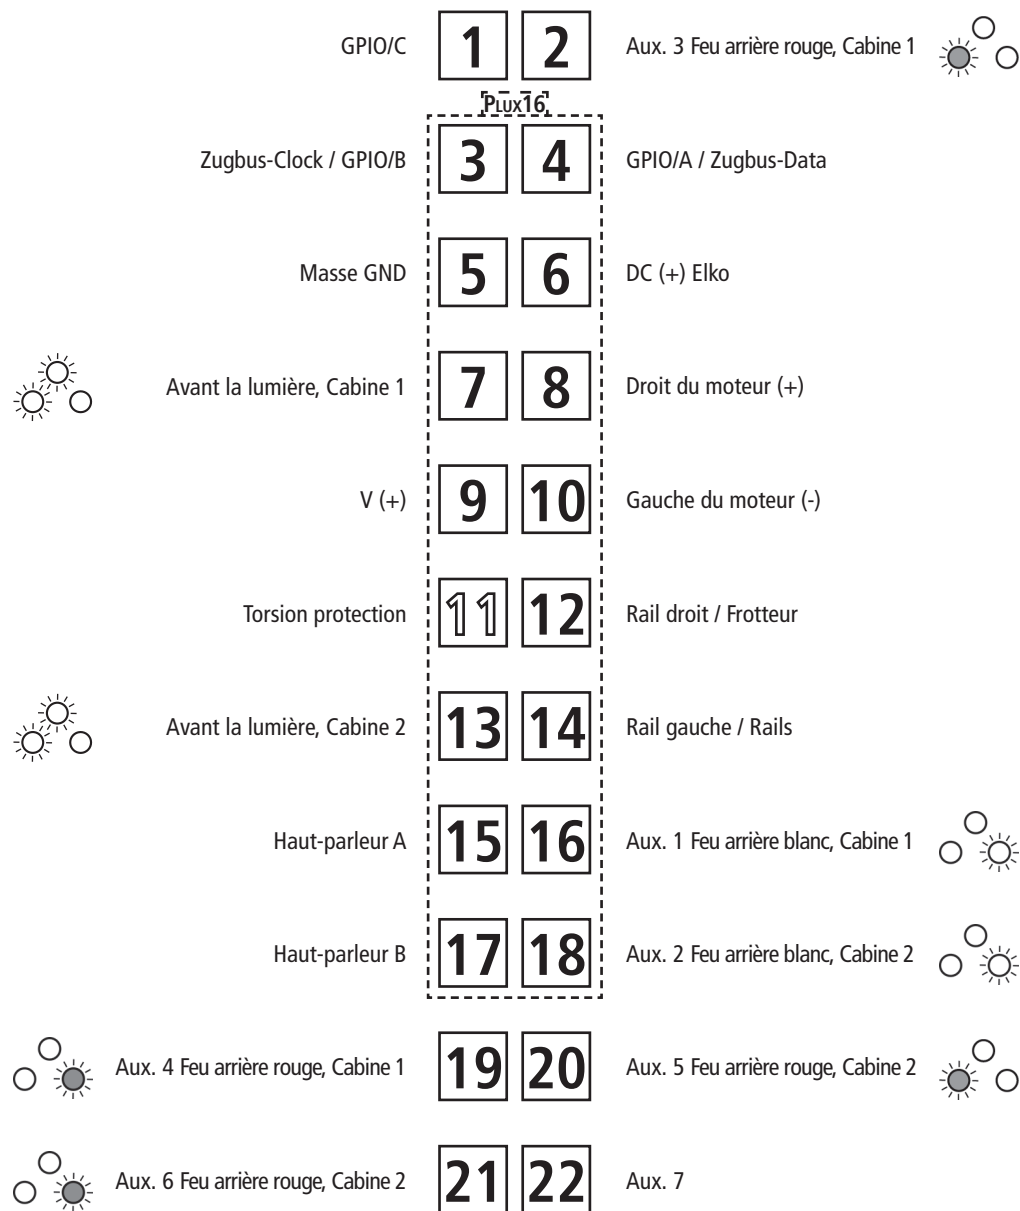

Fig. 6
2. Schmierung: Versehen Sie die im Schmierplan in Fig. 6 gekennzeichneten Stellen mit nur **kleinen Öltropfen**. Dazu zuerst das Lokgehäuse abnehmen (Fig. 3). Wir empfehlen den **ROCO Öler Art.-Nr. 10906**. Fürs Schmieren der Getriebeteile (Zahnräder, Schnecke) empfehlen wir das **ROCO-Spezialfett Art.-Nr. 10905**. Im Falle der Schmierung diese Teile **nicht ölen**.
2. Lubrication: Apply **tiny oil drops** to spots marked in fig. 6. Prior to lubrication dismantle locomotive (fig. 3). We recommend using item no. **10906, Roco oiler**. For lubrication the gearparts (e.g. cogwheels, worm) we would recommend our Roco **special grease** (item no. **10905**).
1. Nettoyage des lames de courant aux roues: Les lames de contacts risquent de s'encrasser rapidement sur des voies poussiéreuses. Veuillez **enlever la poussière** aux endroits marqués à la fig. 6 à l'aide d'un petit pinceau souple.
2. Graissage: N'appliquez **qu'une toute petite goutte** aux endroits indiqués par le plan de graissage (fig. 6) après avoir démonté la caisse de la locomotive (fig. 3). Nous vous recommandons **le graisseur à huile Roco réf. 10906**. Pour graisser les engrenages (roues dentées, vis sans fin) nous vous conseillons la **graisse spéciale Roco réf. 10905** pour engrenages en matières synthétiques. Lorsque vous utilisez cette graisse il faut éviter d'huiler ces composants.